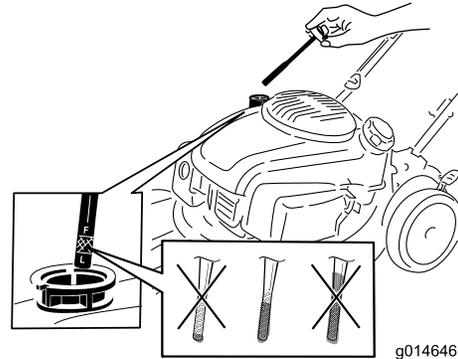

Figure 5
1. Retirez la jauge (Figure 5).
2. Versez de l'huile **lentement** dans le goulot de remplissage pour faire monter le niveau jusqu'au repère du plein (Full) sur la jauge (Figure 5). **Ne remplissez pas excessivement.** (Remplissage max. : 0,53 L (18 oz), type : huile détergente 10W-30 ou SAE 30 de classe de service API SJ ou supérieure.)
Remarque: Chaque fois que vous vérifiez le niveau d'huile, sortez la jauge et essuyez-la sur un chiffon propre, remettez-la dans le goulot de remplissage (**sans** la visser), puis ressortez-la et vérifiez le niveau (Figure 5).